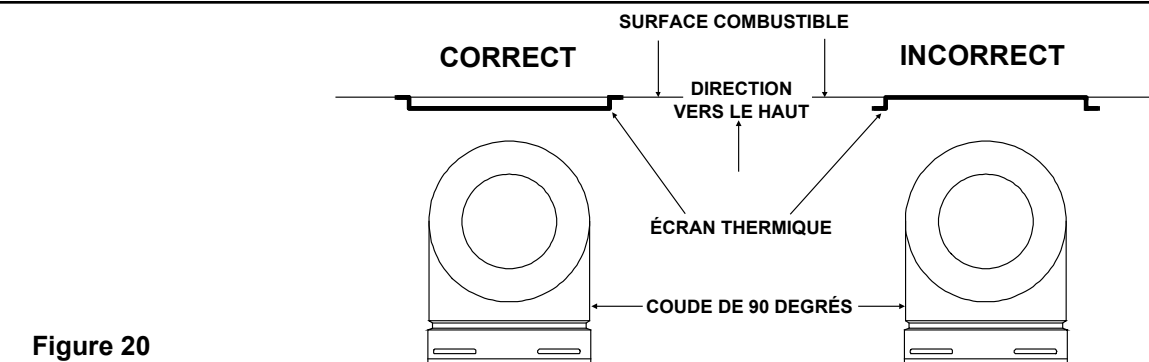

Figure 20
2. Placez l'écran en place en utilisant les avant-trous fournis dans la pièce. L'écran doit être orienté de manière à ce que la dimension de 13 1/8 po (dimension la plus longue) soit acheminée de la même direction que pointe le coude. L'écran devrait être centré directement au-dessus du coude et positionné pour créer un vide d'air de 1/2 pou entre l'écran et la surface combustible. Voir la figure 20.